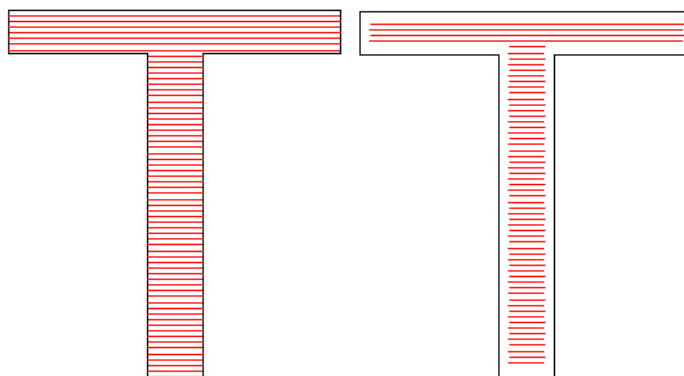

Рис. 3-7. Расстояние до границы.
**Смещение края:** расстояние между линиями штриховки и границей объекта (Рис. 3-7)